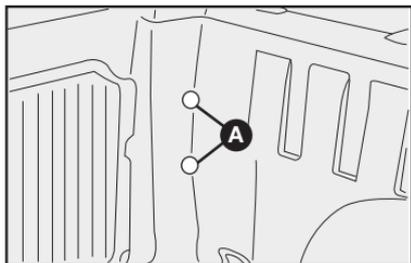

fig. 54
1) Quite las tapas de goma **A-fig. 54**, para tener acceso a los tornillos de fijación del grupo de luces.